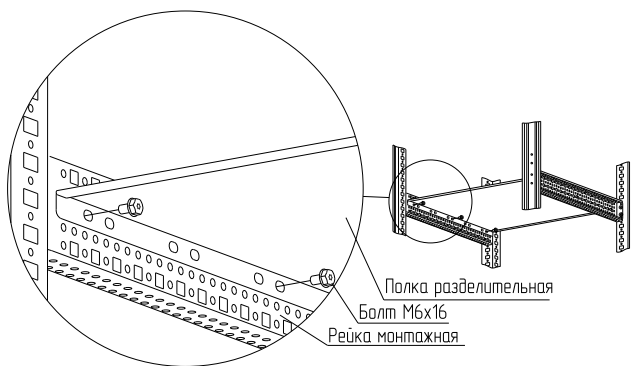

Рисунок 17
4.7.3 Закрепите полку разделительную болтами М6х16 между рейками монтажными (рисунок 17). Момент затяжки – 7 Н·м. Болты приобретаются отдельно.